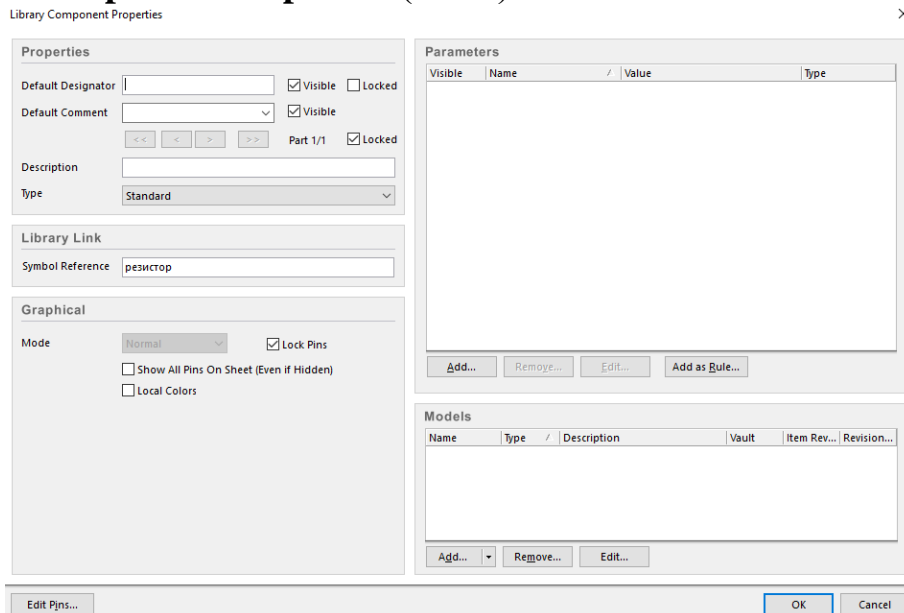

Рис.5 Library Component Properties
- Нажимаємо на ім'я компонента два рази правою кнопкою миші (ПКМ). Відкривається вікно властивостей компонента **Library Component Properties** (Рис.5).